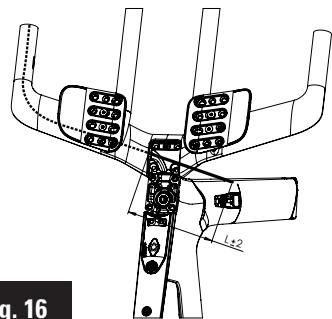

Fig. 16
- 1- Passer la gaine (A) dans votre cintre et positionner votre cintre en position sur la potence.
- 2- Couper la gaine (A) à longueur (Fig. 16) :